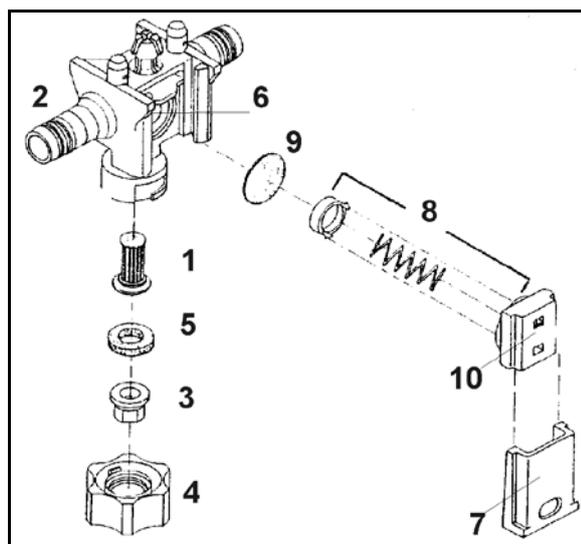

Рис. 187
Проверяйте время от времени положение заслонки (Рис. 187/7).
- Для этого вдвиньте заслонку в корпус форсунки (Рис. 187/2) настолько, насколько это возможно с умеренным усилием большим пальцем руки.
1. Вставьте фильтр (Рис. 187/1) снизу в корпус форсунки (Рис. 187/2).
2. Вложите форсунку (Рис. 187/3) в байонетную гайку (Рис. 187/4)
3. Вложите резиновое уплотнение (Рис. 187/5) поверх форсунки.
Отложения на гнезде мембраны (Рис. 187/6) являются причиной **подтекания** форсунок после отключения штанги. В этом случае очистите соответствующую мембрану следующим образом:
1. Вытяните заслонку (Рис. 187/7) из корпуса форсунки (Рис. 187/2) в направлении байонетной гайки.
2. Выньте пружинный элемент (Рис. 187/8) и мембрану (Рис. 187/9).
3. Очистите гнездо мембраны (Рис. 187/6).
Следите за правильным направлением пружинного элемента. Осажденные слева и справа, возвышающиеся края на корпусе пружинного элемента (Рис. 187/10) при установке должны подниматься в направлении профиля штанги.